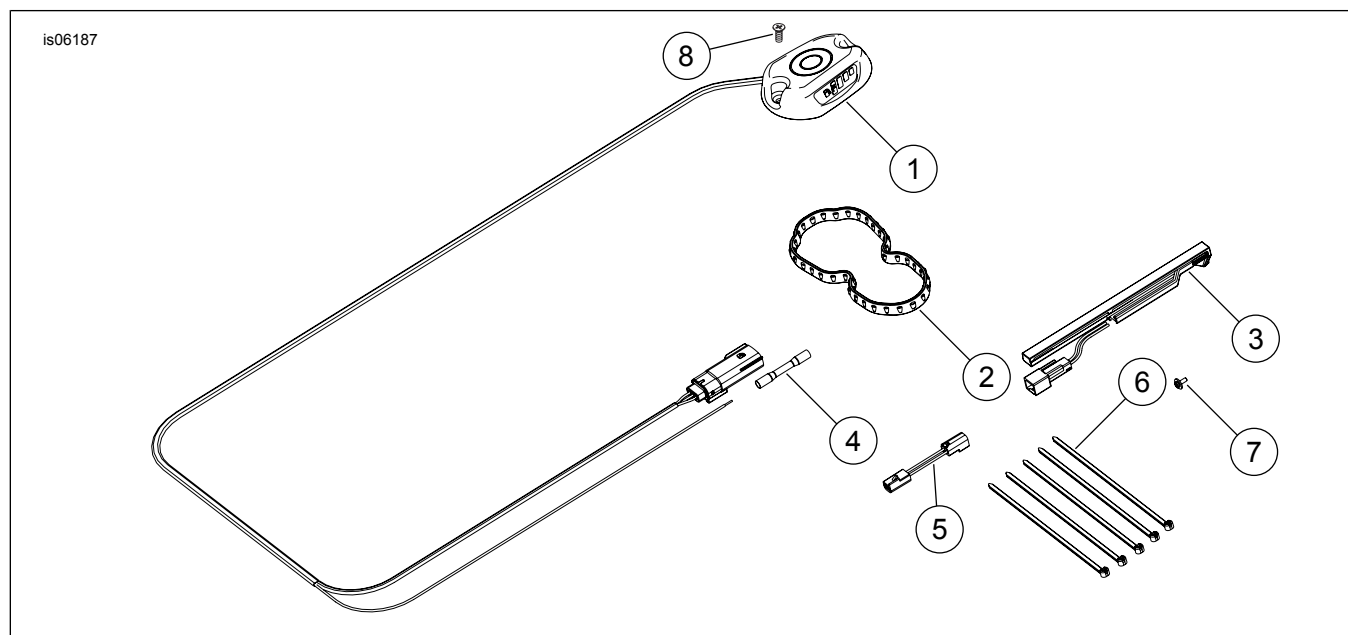

Figure 4. Pièces de rechange pour la jauge de carburant Sportster
Voir Figure 4 et Tableau 1 .
- a. Installer le capteur de carburant dans le module de pompe à carburant orienté comme indiqué et localiser la base dans le trou de montage (4) de la pompe à carburant.
- d. Fixer le capteur de niveau de carburant à la pompe à carburant à l'aide d'une vis (3). Serrer suffisamment la vis pour placer le capteur de carburant contre la languette de montage.
- e. Acheminer le câblage du capteur de niveau de carburant sous le tuyau de carburant et connecter le capteur de niveau de carburant au connecteur de commutateur de niveau bas de carburant sur le module de pompe à carburant. Si nécessaire, utiliser un faisceau de connexion volante (Figure 4 , point 5).
5. Voir Figure 4 . Acheminer le faisceau de la jauge de carburant le long du guidon en suivant le câblage de feu de direction, jusqu'au faisceau principal. Ensuite, l'acheminer à l'intérieur du support de bobine et du boîtier de faisceau principal, en arrière le long du tube central vers la zone du logement de siège.
8. Fixer le faisceau de jauge de carburant et le fil orange au faisceau principal avec des serre-câbles (6). Enrouler et fixer le faisceau et la longueur de fil excédentaires.